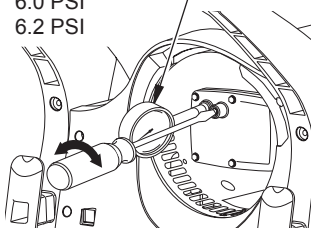

Figura 12 - Ajuste de la presión de la bomba
5. Ajuste la presión. Gire la válvula de escape hacia la derecha para incrementar la presión. Gire la válvula de escape hacia la izquierda para disminuir la presión. Consulte las especificaciones a continuación para conocer la presión correcta (consulte la figura 12).